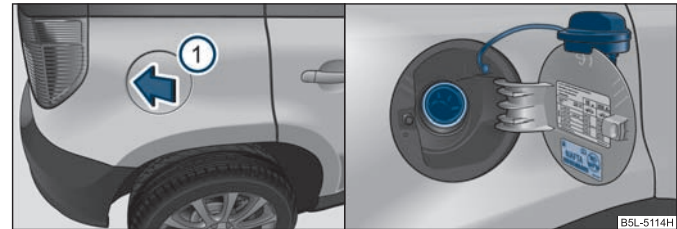

Fig. 160 Partea dreaptă spate a autovehiculului: Deschiderea clapetei rezervorului / Clapeta rezervorului cu capacul deschis
Autovehiculul dumneavoastră poate funcționa doar cu **benzină fără plumb**, care corespunde normei **EN 228**. Tipurile de benzină se diferențiază prin cifra octanică (COR). Informația referitoare la COR-ul de care are nevoie motorul dumneavoastră se găsește pe partea interioară a clapetei rezervorului ⇒ pagina 201, fig. 160.
- Apăsăți în centrul zonei din stânga a clapetei rezervorului în sensul indicat de săgeata ① ⇒ fig. 160.
- Deșurubați capacul spre stânga și așezați-l pe clapetă, în partea de sus ⇒ fig. 160 - dreapta.